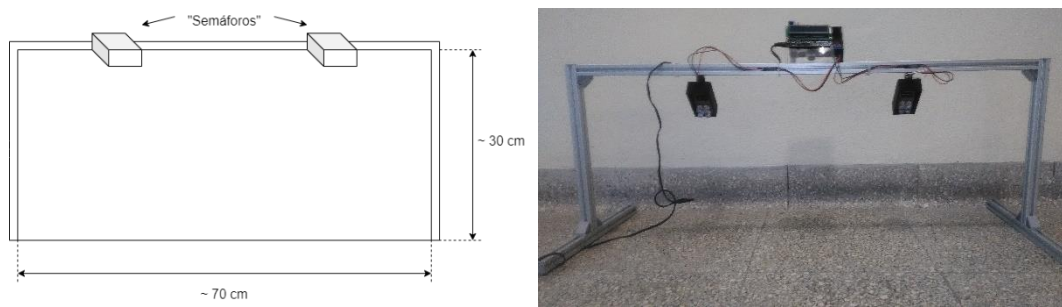

Figura 9: Dimensões aproximadas do pórtico que suporta o “semáforo”, que assinala o início da prova (à esquerda), e fotografia deste (à direita)
3. No início da pista encontra-se um “semáforo”, montado na parte inferior de um pórtico (como ilustrado na Figura 9), que acenderá assinalando o início da prova.